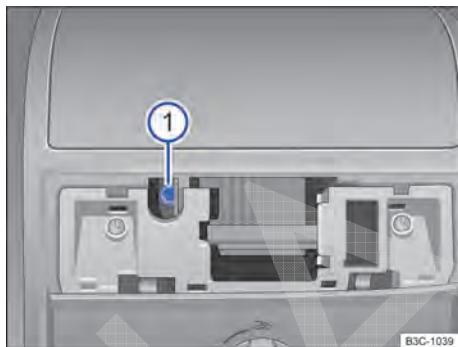

Fig. 224 Embaixo da cobertura no revestimento do teto: parafuso sextavado para fechar o teto solar.
- Encaixar uma chave sextavada comum ¹⁾ de tamanho de 4 mm no parafuso sextavado ⇒ Fig. 224 .